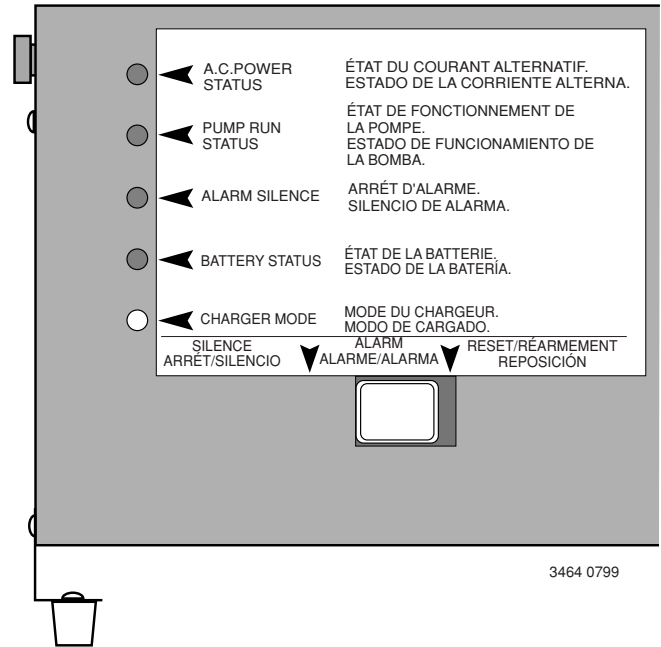

Figura 12 – Tablero DEL DB20018T
3. Con el cargador debidamente conectado y enchufado, el tablero en la parte delantera del cargador exhibirá una o más de las siguientes condiciones (Figura 12).